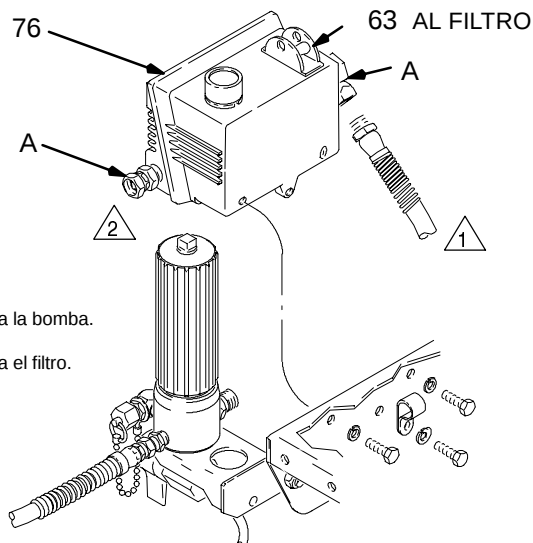

Fig. 21
2. Desconecte las dos mangueras del dispositivo de control de presión mientras se sujeta firmemente el conector o el codo (A). Vea la **PRECAUCIÓN**, que aparece a continuación. Anote la posición de origen de cada manguera, para estar seguro de colocarlas correctamente al final de esta operación. Vea la Fig. 21.